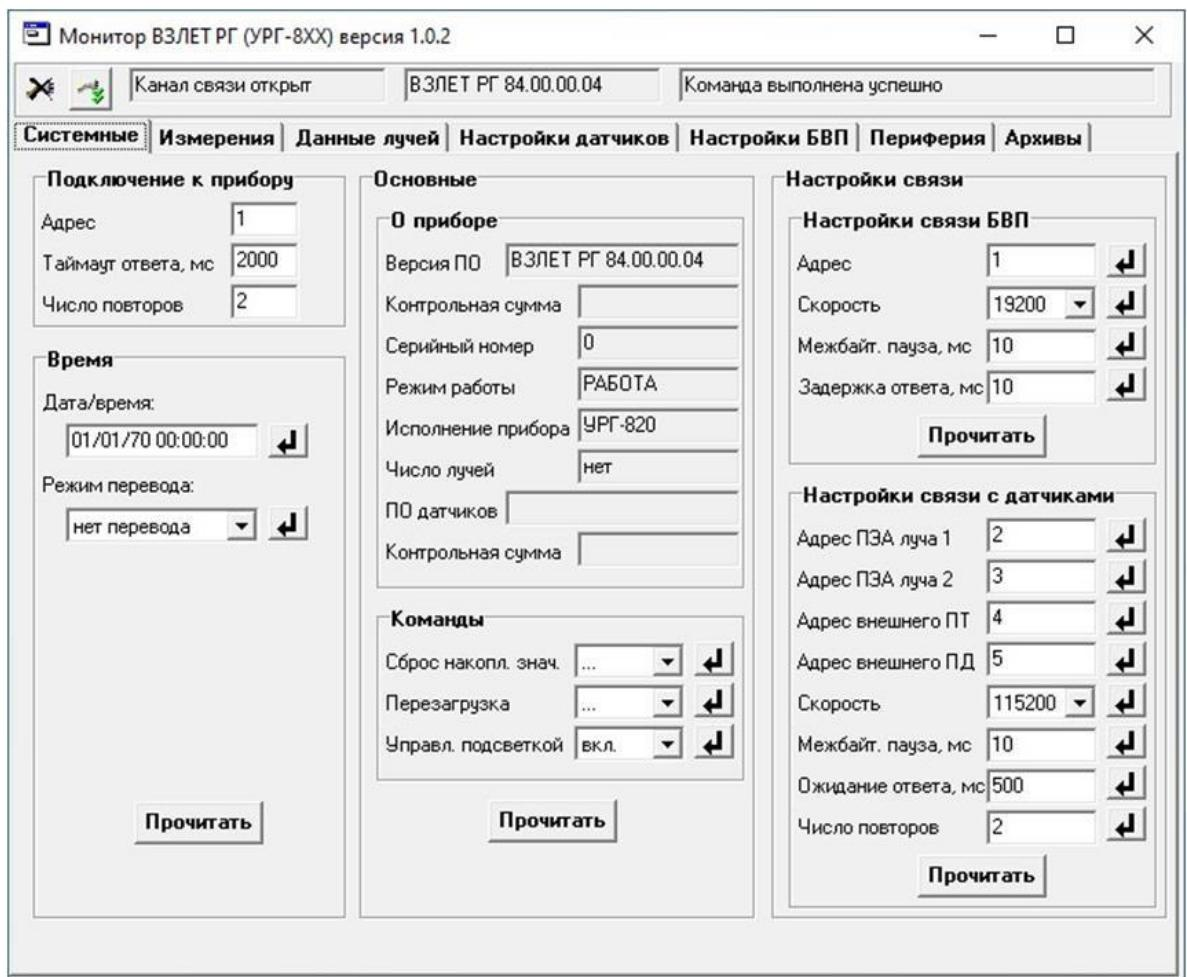

Рисунок 20 - Основное окно программы после установления связи с расходомером.
6.1.3 После настройки параметров связи нажать кнопку  , в командной строке появятся сообщения: «**Канал связи открыт**», «**Команда выполнена успешно**» и номер программного обеспечения расходомера (см. рисунок 20), а кнопка включения изменит свой вид: .